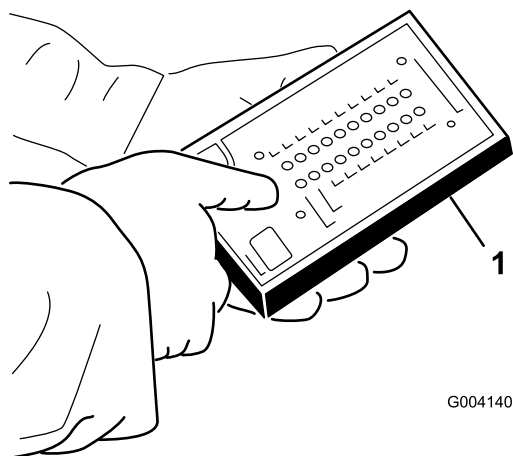

Figure 22
4. Branchez le connecteur de l'outil de diagnostic ACE au connecteur du faisceau de diagnostic (Figure 22).